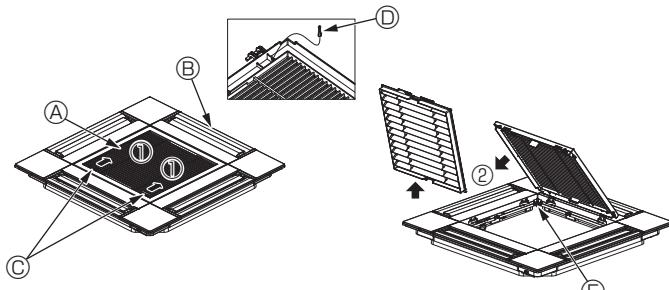

Fig. 10-3
10.2.1. Verwijderen van de grille van de inlaatopening (Fig. 10-3)
- Schuif de hendels in de richting van pijl ① om de grille te openen.
- Verwijder nu het scharnier van de grille van de inlaatopening zoals aangegeven door de pijl ②, terwijl de grille in de geopende positie staat.